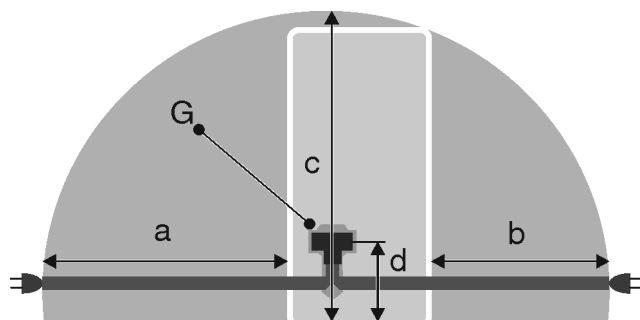

Fig. 22 Combina frigorifice / Congelatoare / Aparata BioFresh de capacitate maximă
- Priza nu se află în spatele aparatului, ci în zonele a sau b Fig. 22 (a, b, c).
- ▶ Cuplați fișa aparatului Fig. 22 (G) pe partea posterioară a aparatului. Acordați atenție fixării corecte în poziție.